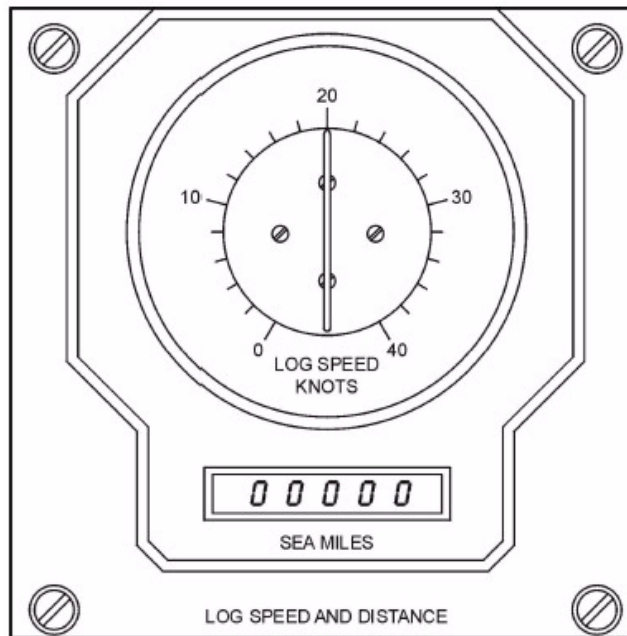

Fig. 4. Indicador de velocidad y distancia
- c.- **Indicadores de velocidad y de distancia.** Los indicadores de velocidad y de distancia, (Fig. 4), reciben directamente la señal del SDTU, entregando la indicación visual de la velocidad del buque en nudos (0-40) y la distancia a través del agua (no es verdadera) en millas (0-999.99). Estos indicadores están distribuidos a lo largo en muchas partes del buque como el puente, CIC, camarote del Comandante, en consolas varias, cubierta de vuelo, púlpito, puente secundario, sala de control de la máquina, etc. Un repetidor similar pero impermeable al agua, es empleado en lugares abiertos, como el púlpito, puente de señales, etc.